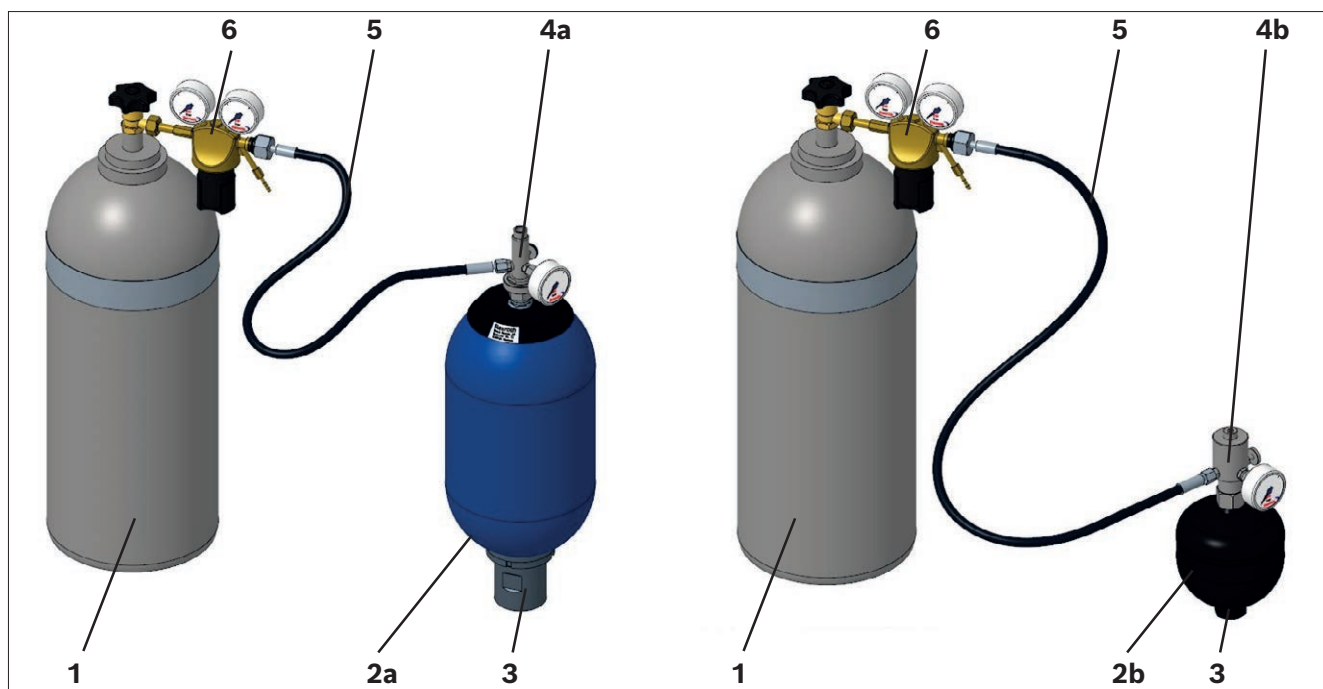

Abb. 3: Aufbau für Prüf- und Füllvorgang
7. Verbinden Sie die Füll- und Prüfvorrichtung mit dem hydropneumatischen Speicher und einer Stickstoffflasche, siehe Abb. 3.